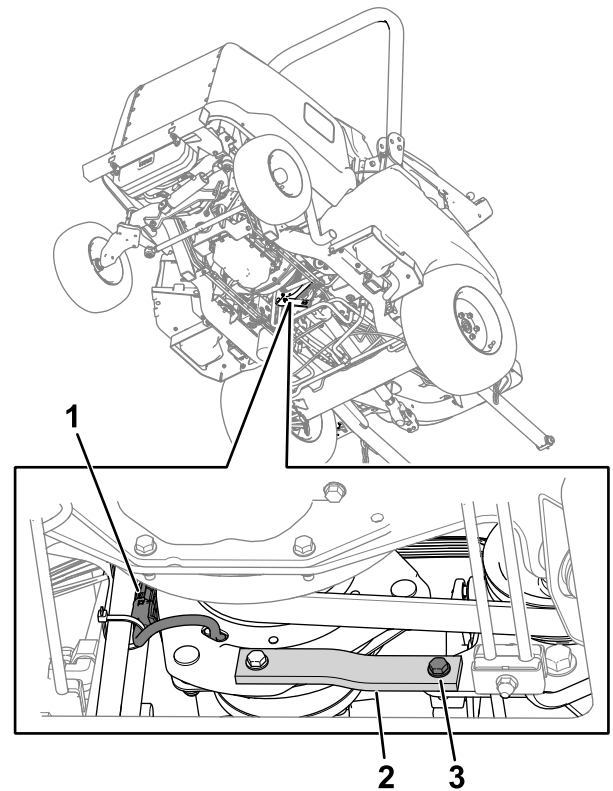

Figura 75
2. Desenchufe el conector del arnés de cables del embrague del arnés de cables de la máquina (Figura 75).
3. Retire el perno, la arandela y la tuerca de la correa de goma (Figura 75) del bastidor.